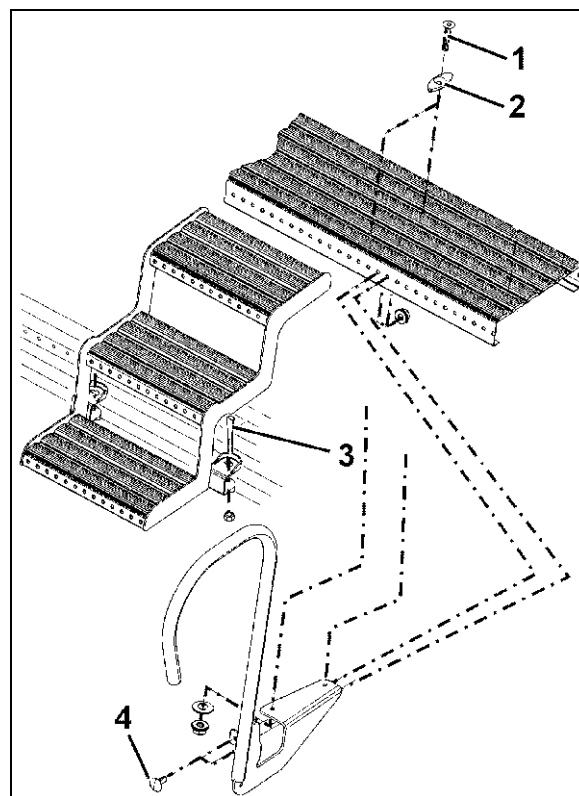

Рис. 76
- двух винтов с потайной головкой M8 x 30 (Рис. 76/1);
- двух зажимов (Рис. 76/2);
- двух винтов с полупотайной головкой M8x20 (Рис. 76/4).
Закрепите ступеньки с помощью двух болтов (Рис. 76/3) с клиновидной головкой.